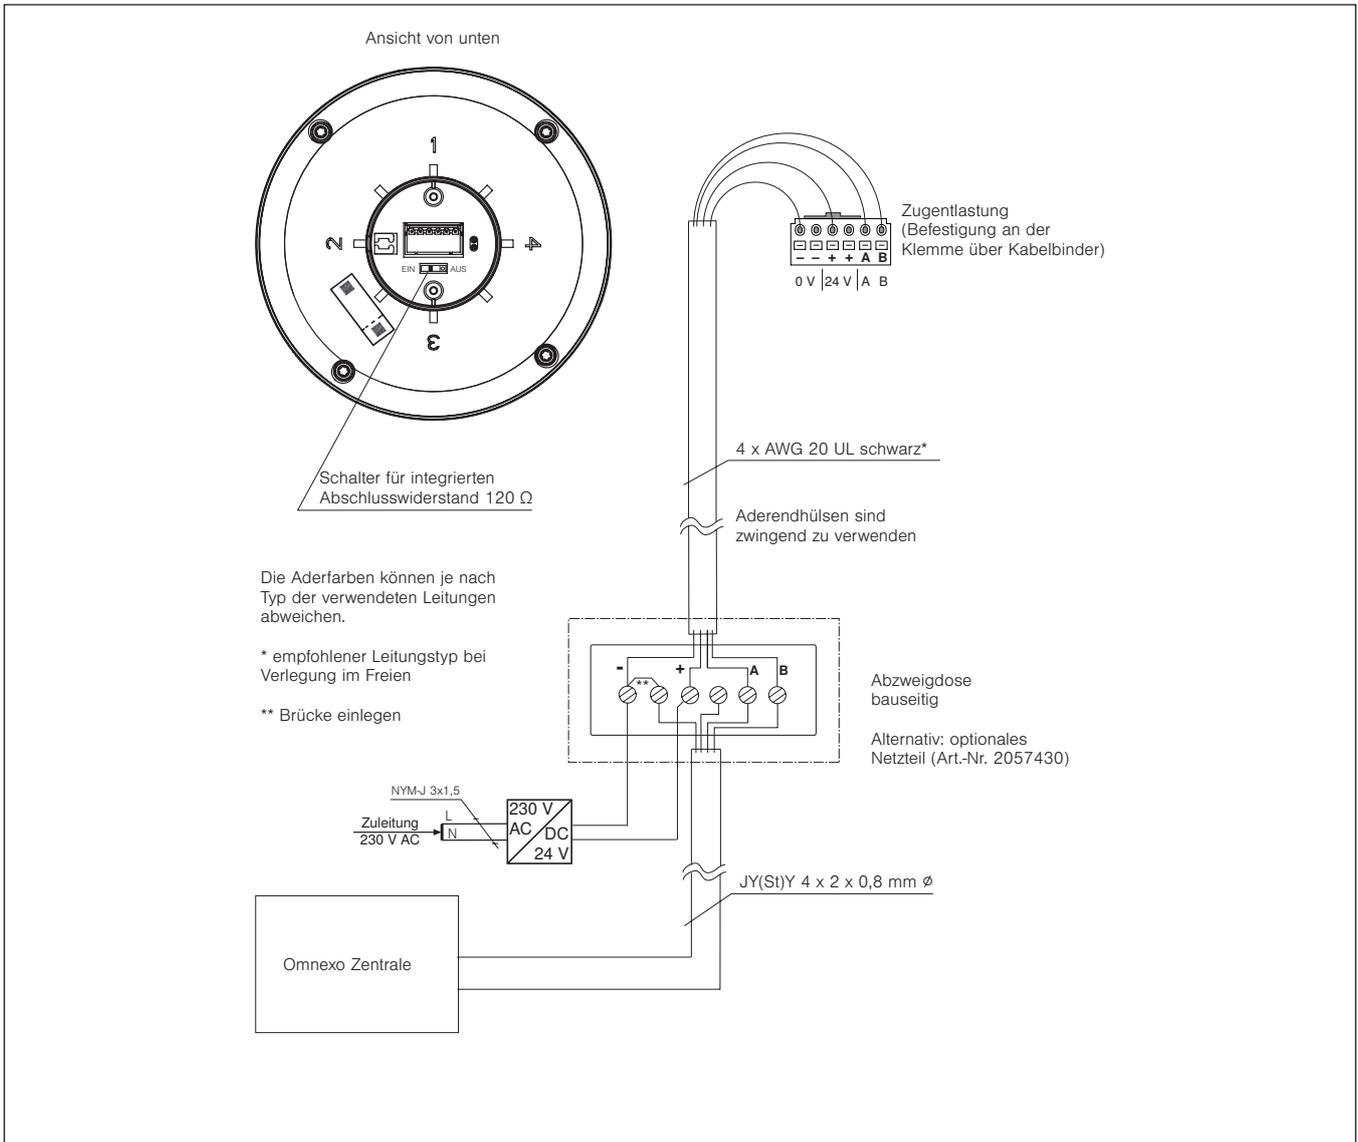

Abb. 6 Anschlussplan Omnexo Wetterstation pro mit Netzteil
- Schließen Sie die Wetterstation gemäß Anschlussplan Abb. 6 auf Seite 5 an die Omnexo Zentrale an.
-  Wenn die Omnexo Wetterstation pro der letzte Bus Teilnehmer der Buslinie ist, muss der Abschlusswiderstand manuell gesetzt werden (s. Abb. 6 auf Seite 5, Darstellung zeigt aktiven Abschlusswiderstand)
Um die Wetterstation in Betrieb zu nehmen, muss sie in der Omnexo Software angelegt werden. Zur Ermittlung der Seriennummer einen Magneten (im Lieferumfang der Zentrale) an den ID-Aufkleber halten, bis die Status-LED zur Bestätigung aufleuchtet. (siehe Abb. 6 auf Seite 5.) Alternativ können Sie die Seriennummer (siehe Etikett auf dem Gerät) manuell eingeben.